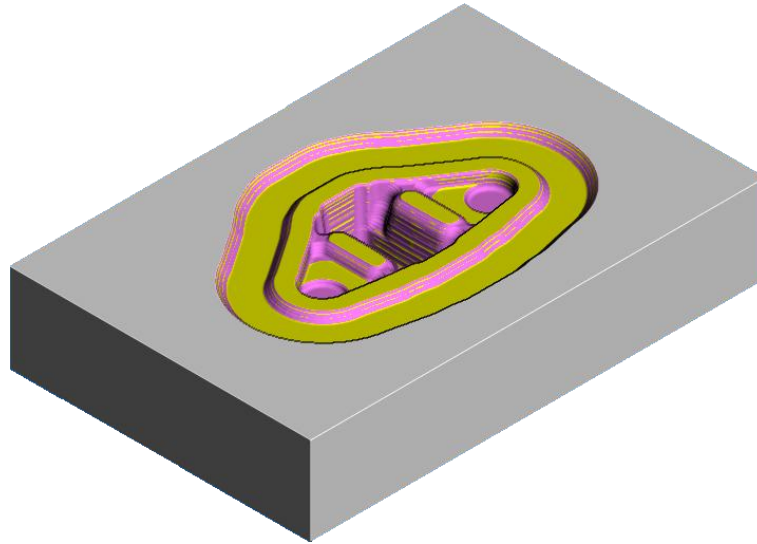

Figura 2.164 Simulación de maquinado con ViewMill.
- Simular nuevamente siguiendo los pasos de la simulación de la trayectoria de desbaste (Figura 2.164).